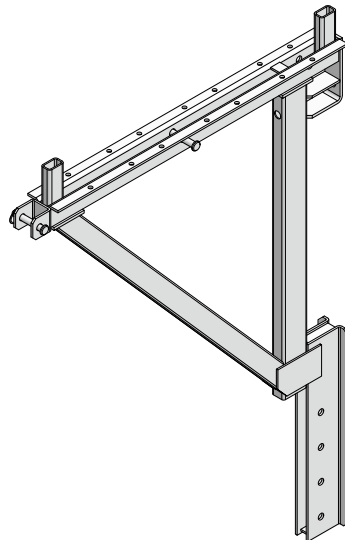
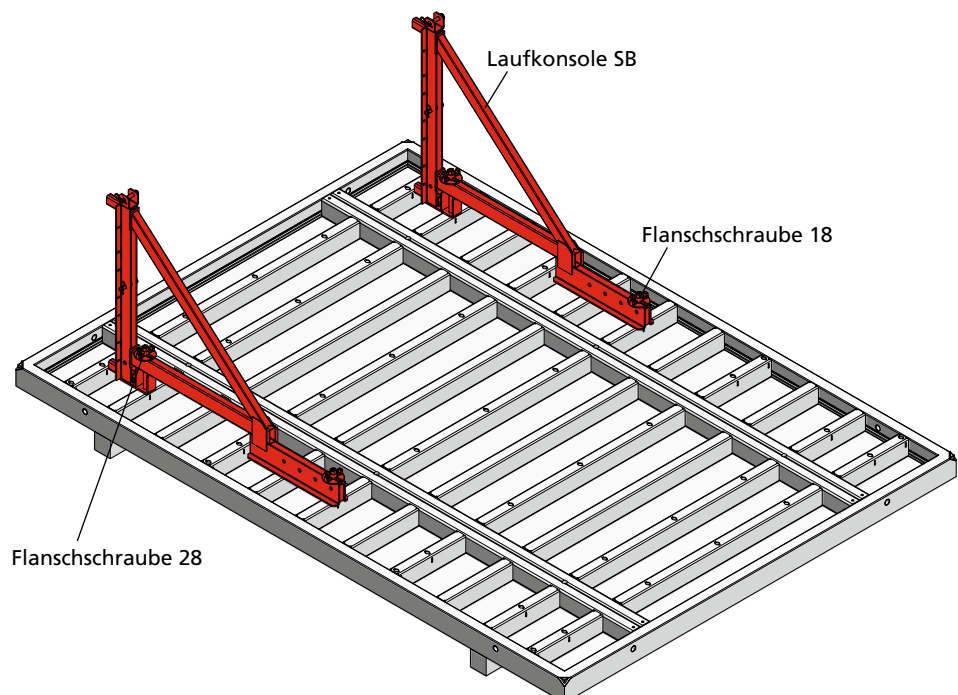

Abb. 9.1 Laufkonsole SB
Abb. 9.2
1. Die Anbringung der Laufkonsole SB (Abb. 9.1) erfolgt an der Funktionsstrebe des Wandschalungselementes mit Flanschschrauben. Sie wird hierbei mit je einer Flanschschraube 28 und einer Flanschschraube 18 befestigt (Abb. 9.2). Die Flanschschrauben sind separat zu disponieren.